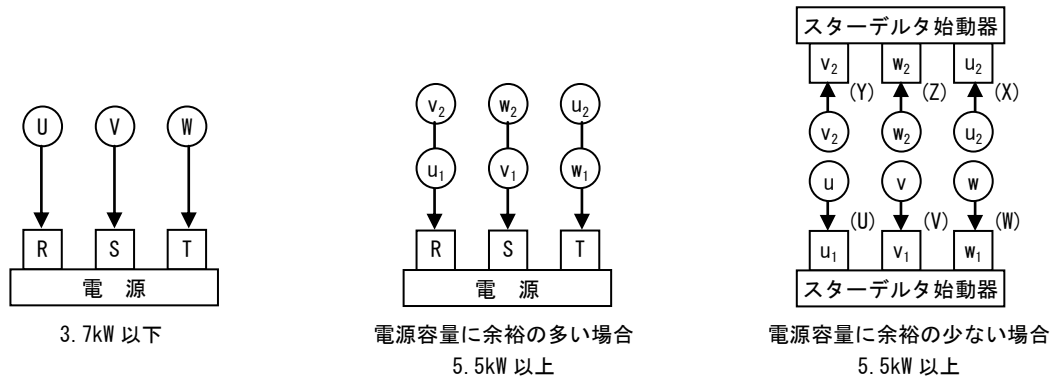

図8 配線接続図
(1) 配線は図8または、電動機のターミナルボックス内ぶたに表示された結線図もしくは電動機に付属された取扱説明書に従って行ってください。